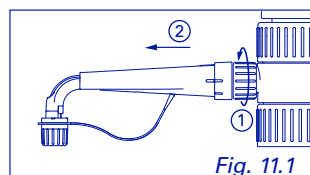

Fig. 11.1
- ① Remove delivery jet (Fig. 11.1 and 12.1)
- ① Ausstossskanüle entfernen (Abb. 11.1 und 12.1)
- ① Retirer le bec verseur (Fig. 11.1 et 12.1)